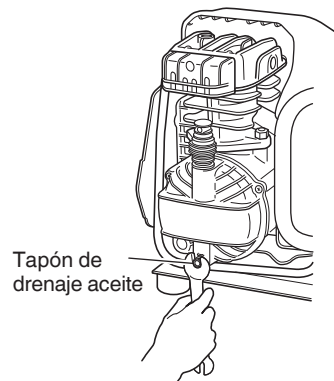

Fig. 10
- (1) Antes de las primeras 50 horas de operación, reemplace completamente el aceite del elemento de la bomba. Afloje el tapón de drenaje de aceite de la cubierta del cárter, drene todo el aceite y atornille el tapón de nuevo (refiérase a la Fig. 1 y a la Fig. 10).